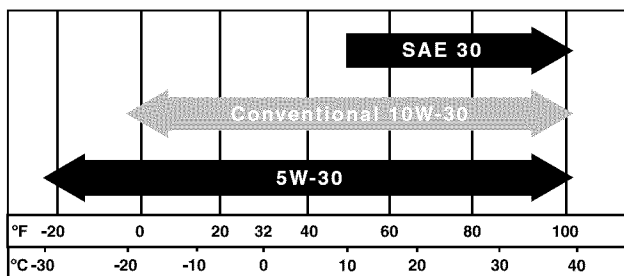

Figura 30 – Aceite recomendado
- Utilice únicamente el aceite del motor que se especifica en la *Figura 30*.
6. Seleccione el aceite de motor correcto según lo especificado en la *Figura 30*.